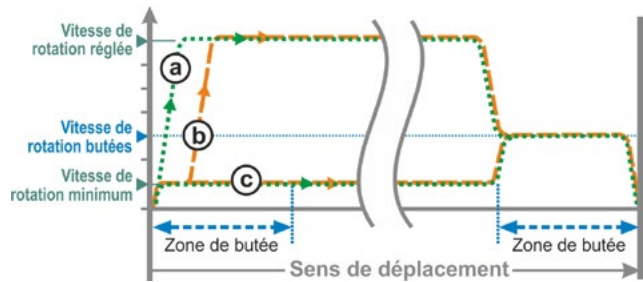

Fig. 2 : Vitesse de rotation butée « Démarrage rapide »
- En cas de déconnexion **en fonction de la course**, le servomoteur passe immédiatement à la vitesse de rotation réglée pour atteindre un temps de course aussi court que possible. Voir aussi Fig. 2, Courbe a.